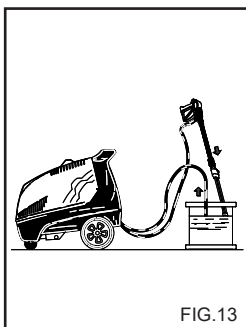

FIG. 13
**OPERAZIONI PER L'USO DI ANTIGELO (fig. 13)**